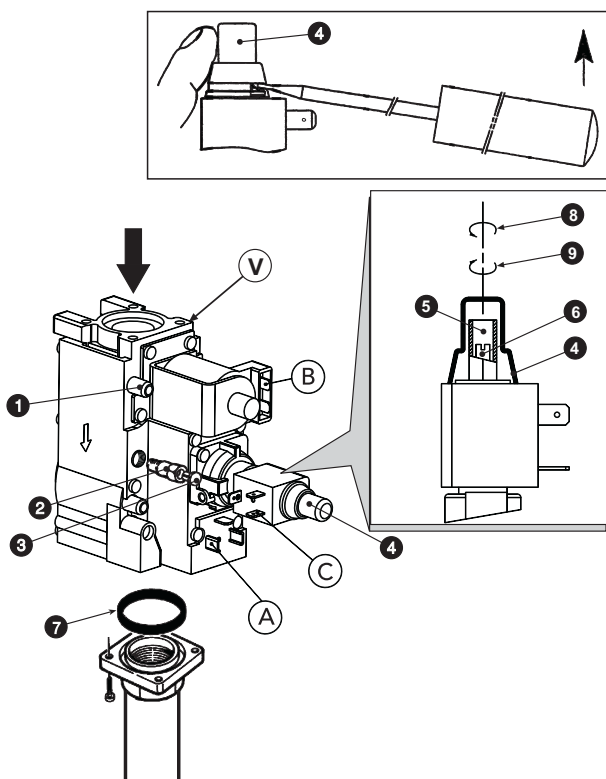

рис. 4 - Перенастройка котла на другой вид газа
Операции регулировки давления должны выполняться при работающем котле с помощью соответствующих регуляторов, установленных на 2-ступенчатых газовых клапанах (см. рис. 4)
3. Снимите защитную крышку регулятора давления 4 на рис. 4.
1. Медленно поверните ручку регулировочного термостата по часовой стрелки до 1-го щелчка; таким образом обеспечивается подача газа в отверстия A и B газового клапана (см. рис. 4).
2. Регулируйте давление с помощью винта 6 на рис. 4 и проверьте его на соответствие со значениями, приведенными в таблице технических данных на sez. 4.3.
1. Поверните ручку термостата регулировки до максимума; таким образом обеспечивается подача газа в отверстия A, B и C газового клапана (см. рис. 4).
2. Регулируйте давление с помощью винта 5 на рис. 4 и проверьте его соответствие со значениями, приведенными в таблице технических данных на sez. 4.3.
2. Снимите с газового клапана маленький колпачок 3 (рис. 4), установите на клапан регулятор "STEP" зажигания 2, находящийся в комплекте переналадки, и наденьте на него колпачок 3.
Осуществляется выполнением описанных выше операций, сняв регулятор зажигания "STEP" 2 на рис. 4 с газового клапана и установив колпачок 3 на рис. 4 непосредственно на клапан.